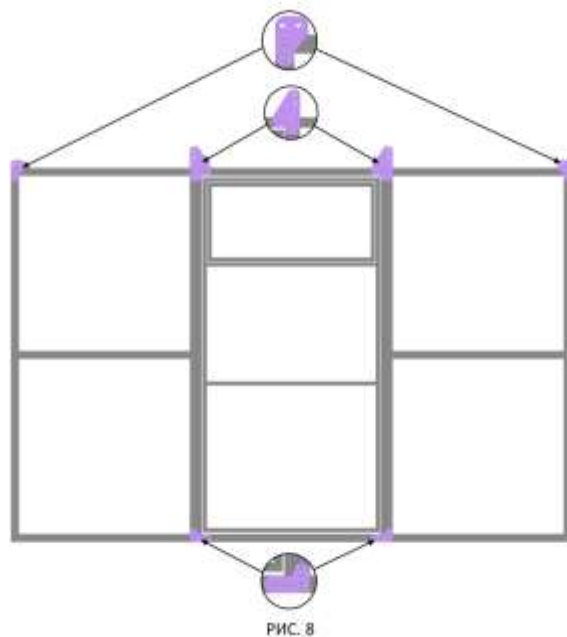

РИС. 8
4.2.1. Соедините при помощи соединительных пластин и винтов М6×30, шайб М6, гаек М6 каждый полуторец с дверным блоком, так чтобы дверца открывалась наружу (РИС.8).